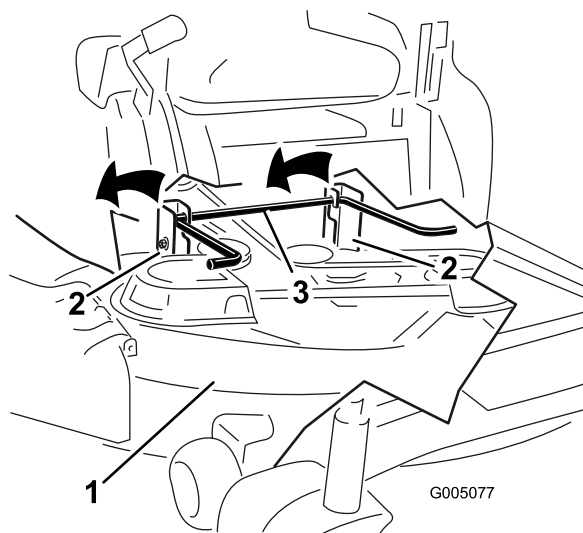

Figure 54
5. En vous aidant des poignées, soulevez le tablier de coupe et les supports pour les dégager de la tige de levage arrière et abaissez le tablier au sol avec précaution (**Figure 54**).
5. Soulevez l'arrière du tablier de coupe et guidez les supports sur la tige de levage arrière (Figure 54).